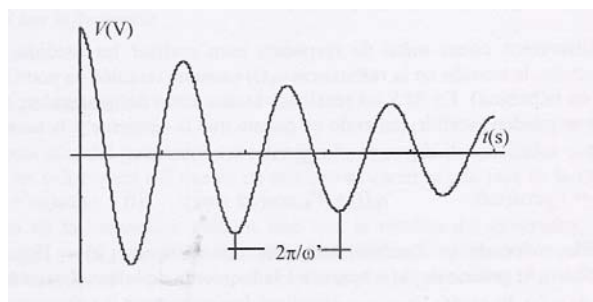

Figura 9.4. Resposta esmorteïda.
Observem per tant que el corrent és oscil·lant (sempre que  $R < 2 \cdot (L/C)^{1/2}$ ) però a una freqüència  $\omega_1$  menor que la d'abans, i que l'amplitud es va esmorteïnt degut a la presència de l'exponencial  $\exp(-t/2\tau)$ . La figura 9.4 mostra aquest resultat. Un oscil·lador esmorteït ve caracteritzat per seu factor de qualitat  $Q$ :
Per poder quantificar aquest comportament hem de resoldre l'equació del circuit, que serà precisament la (1), i si la derivem obtindrem la (2), que coincideix amb la (9), ja que  $V_g$  la suposem en aquest cas constant. La condició inicial del corrent també serà zero, i el condensador tindrà una certa càrrega inicial  $q(0)$ . Per tant, l'oscil·lació serà la mateixa que la expressada per (10) i representada en la figura 9.4. Hi haurà una oscil·lació a partir de  $t = 0$  que s'anirà esmorteïnt fins a desaparèixer. Al final el corrent pel circuit serà nul·la i el condensador estarà carregat a la tensió  $V_g$ .